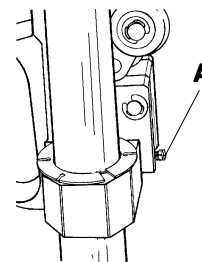
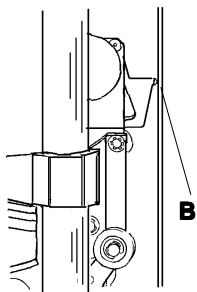

Figure 24
FIGURE 25
2. The **ROCKER ARM ADJUSTING SCREW (A)** in **Figure 24** determines the "at rest" position of the **ROCKER ARM**; that is, the position of the cutting tools when the **SHORT THUMB LEVER** is not depressed. Set this screw so the glass cutting wheel is about .020" (1/2mm) from the vertical extrusion of the machine. You may judge this by looking from the right side, **Figure 25 (B)**. The wheel should not enter the groove, but should be close enough to contact the thinnest glass to be cut. This position of the **ROCKER ARM** will also insure the mat/mount board blade will enter the groove, but not touch the aluminum at the bottom of the groove.
2. Mit der **Kippebeleinstellschraube (A)** in **Abbildung 24** wird die Ruheposition des **Kipphebels** festgelegt. Die Ruheposition ist Position des Schneidwerkzeugs wenn der kurze Hebel nicht niedergedrückt ist. Die Schraube sollte so eingestellt werden, daß das Glasschneiderädchen ca. 0,5 mm von dem vertikalen Preßprofil der Maschine entfernt ist. Diese Einstellung können Sie vornehmen, wenn Sie von der rechten Seite her hineinsehen, **Abbildung 25 (B)**. Das Rädchen sollte nicht in die Einkerbung hineinreichen, aber so knapp wie möglich darüber sein, um auch die dünnste Glasscheibe schneiden zu können. Diese Position des **Kipphebels** wird auch sicherstellen, daß die Passepartout/Karton Klinge in die Kerbe hineinstehen wird, aber nicht das Aluminium auf der Bodenfläche der Kerbe berühren wird.
2. La **VIS DE RÉGLAGE DU BALANCIER À COULISSE (A)** dans la figure 24 détermine la position "au repos" du **BALANCIER À COULISSE**, c'est-à-dire la position des outils de coupe lorsque l'on n'appuie pas sur le **LEVIER DE TAQUET COURT**. Réglez la vis de manière à ce que la molette de coupe de verre soit à environ 1/2 mm (0,020 po.) de l'extrusion verticale de la machine. Vous pouvez juger de la distance en regardant du côté droit, **Figure 25 (B)**. La molette ne devrait pas entrer dans le rail mais devrait être suffisamment près pour entrer en contact avec le verre le plus fin devant être coupé. Cette position du **BALANCIER À COULISSE** devrait également assurer que la lame pour couper les panneaux de montage ou les encadrements entrera dans le rail mais ne touchera pas l'aluminium au fond du rail.